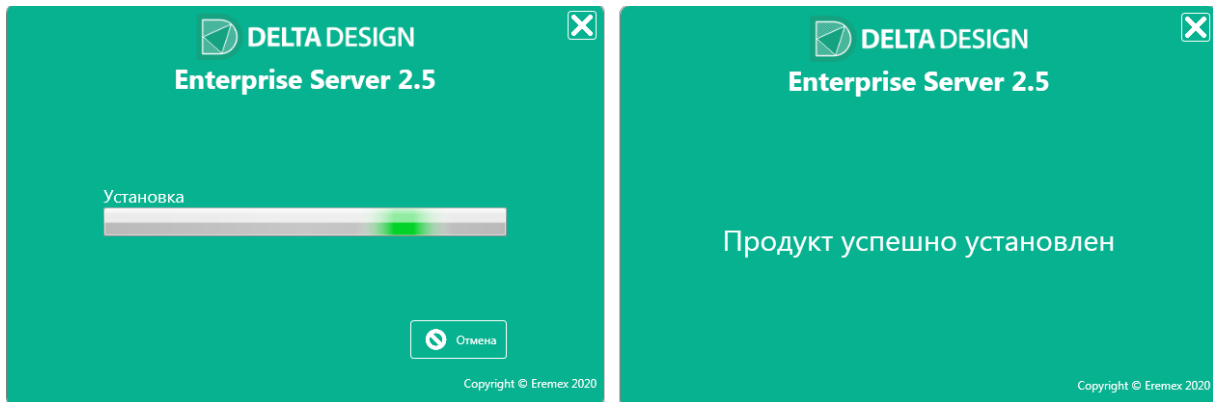

Рис. 7 Завершение установки сервера EnterpriseServer
8. Будет выполнен процесс по завершению установки Сервера, после чего появится окно информирующее о полном завершении процесса по установке, см. Рис. 7.